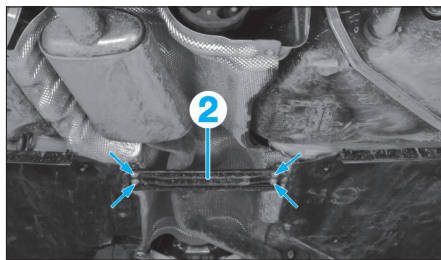

Fig. 9
- la barre de renfort (2) (Fig.9)